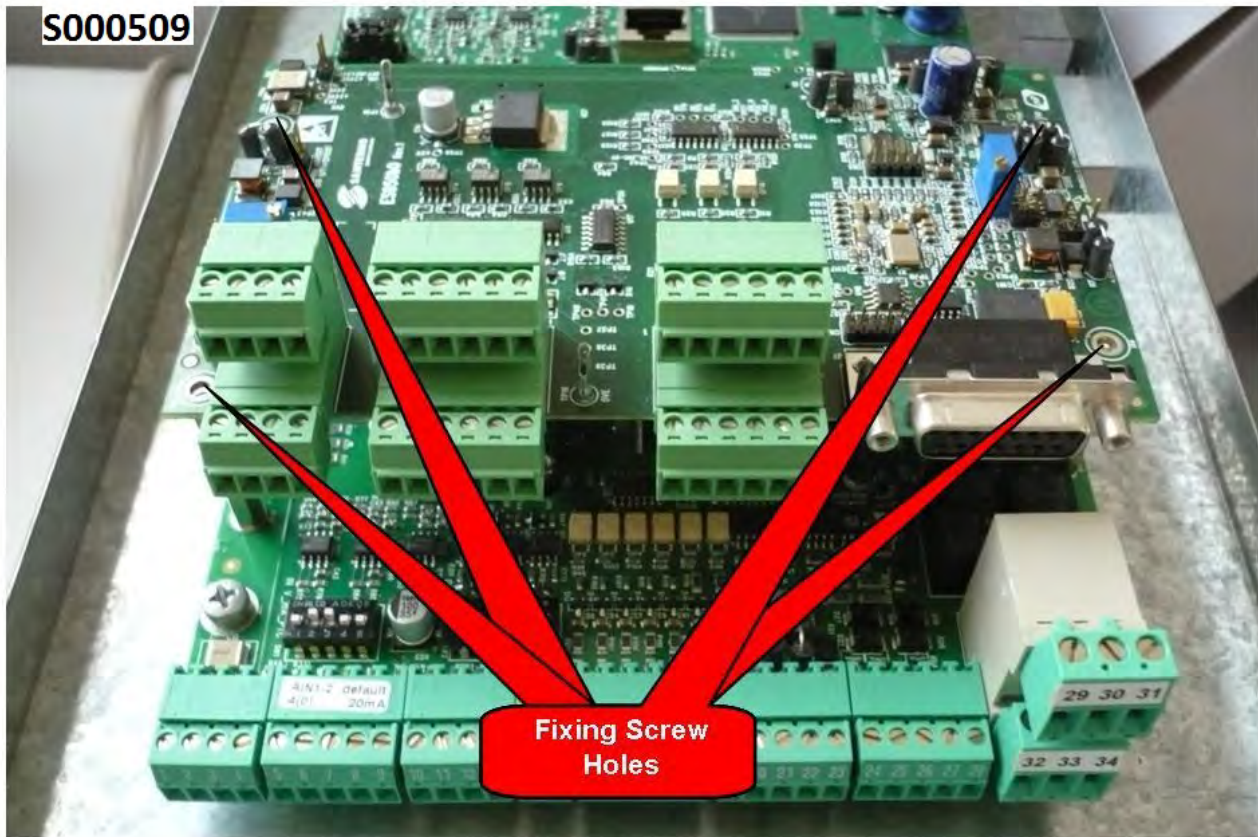

Figura 230: Fissaggio della scheda ES861 dentro l'inverter
4. Inserire la scheda nello slot C facendo attenzione ad allineare correttamente i pettini dei contatti con i due connettori dello slot (CN7A e CN7B). Se la scheda è correttamente installata si ha l'allineamento tra i quattro fori di fissaggio e le corrispondenti sedi delle viti delle colonnette metalliche di supporto. Dopo aver controllato il corretto allineamento serrare le quattro viti di fissaggio della scheda come mostrato nella Figura 230.